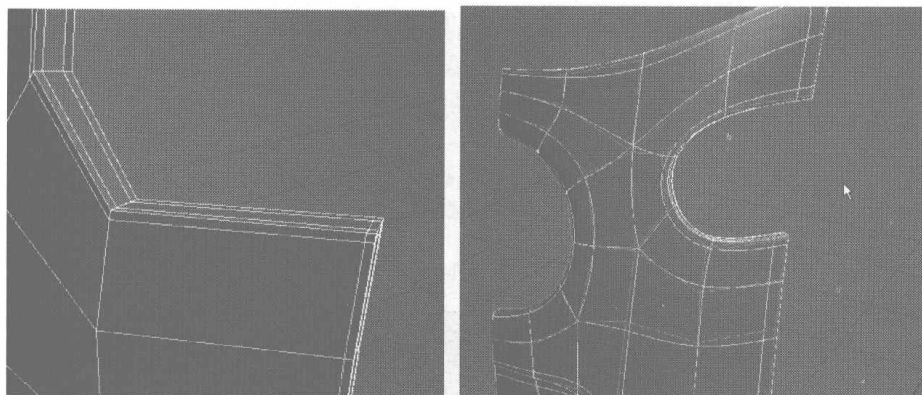

图 3.118
- 28** 同样利用上述方法制作、调整出如图 3.118 所示的角。